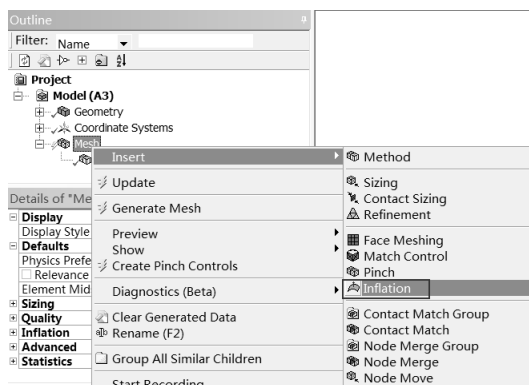

图 3-62 插入 Inflation
Step14: 右击 Project Model (A3) Mesh, 在弹出的如图 3-62 所示的快捷菜单中选择 Insert Inflation 命令。